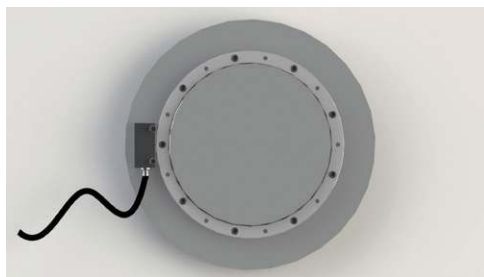

图 4
- 8.安装过程中应注意读数头安装方向，如图4所示，从金属光栅安装上端面方向观察，读数头数据线始终沿逆时针方向延伸，安装过程中注意固定数据线，以免工作过程中发生缠绕拉扯；